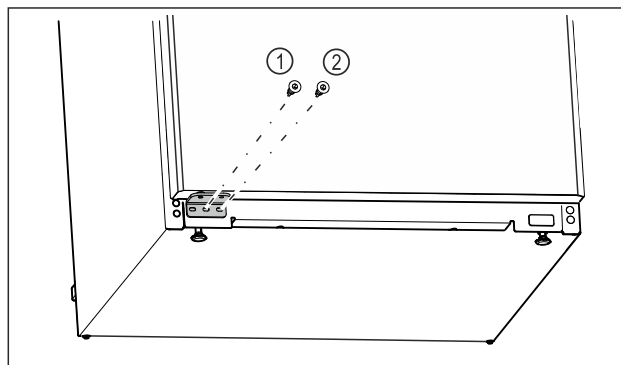

Fig. 26
- ▶ Apretar el tornillo central del soporte del cojinete Fig. 26 (1) con un destornillador Torx 20.
- ▶ Apretar el tornillo interior del soporte del cojinete Fig. 26 (2) con un destornillador Torx 20.